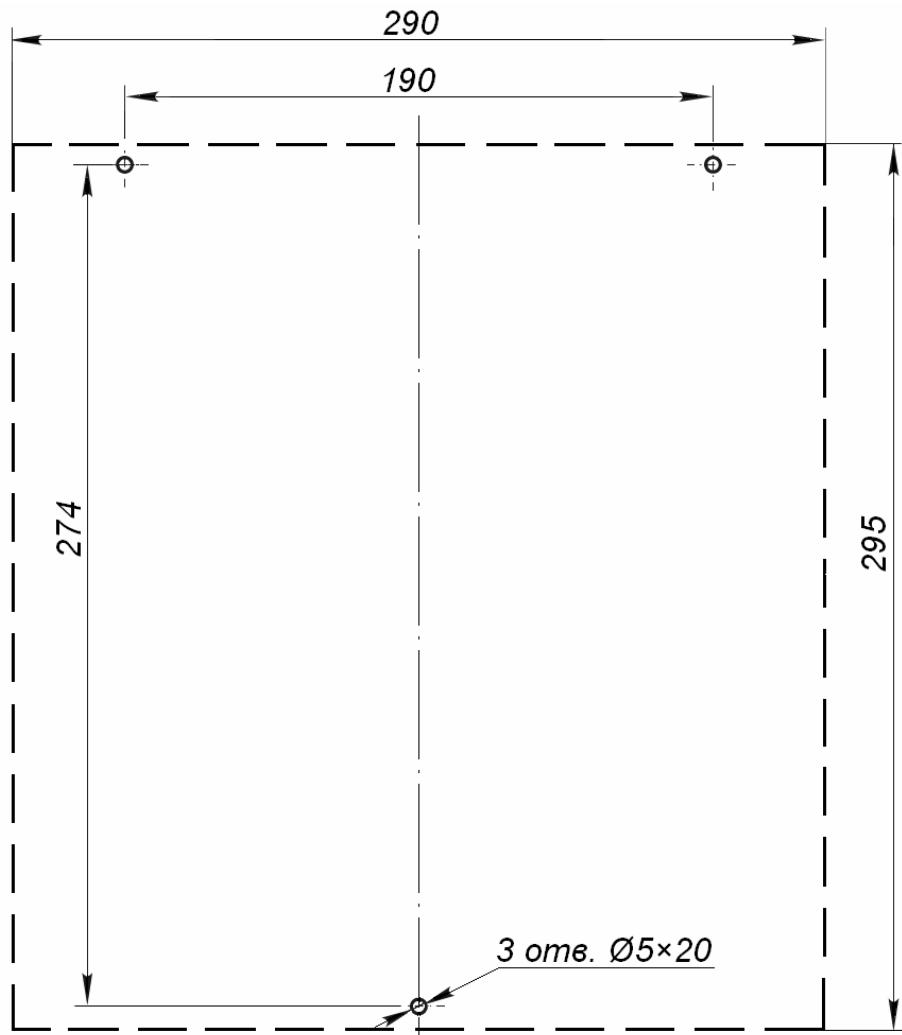

Рисунок 9. Разметка отверстий для крепления БУ на стене
5. Извлеките из коробки створку (3). Установите ее на поворотную стойку (1) в патрубки (14). Через отверстия в патрубках (14) затяните установочные винты крепления створки ключом шестигранным S5. Убедитесь, что створка (3) надежно закреплена.
6. Проверьте свободный поворот створки калитки. Для этого разблокируйте ключом (7) замок механической разблокировки (6) (см. разд. 10.1). Створка калитки должна поворачиваться рукой в обе стороны легко и равномерно. После проверки установите створку в исходное положение и заблокируйте вращение калитки ключом.
7. Выполните разметку отверстий для крепления БУ (8) на стене согласно рис. 9. Просверлите отверстия и установите в них пластмассовые дюбели из комплекта монтажных частей. Ввернув два верхних шурупа, повесьте на них блок управления (8) и зафиксируйте его нижним шурупом, который защищает блок от случайного сдергивания.